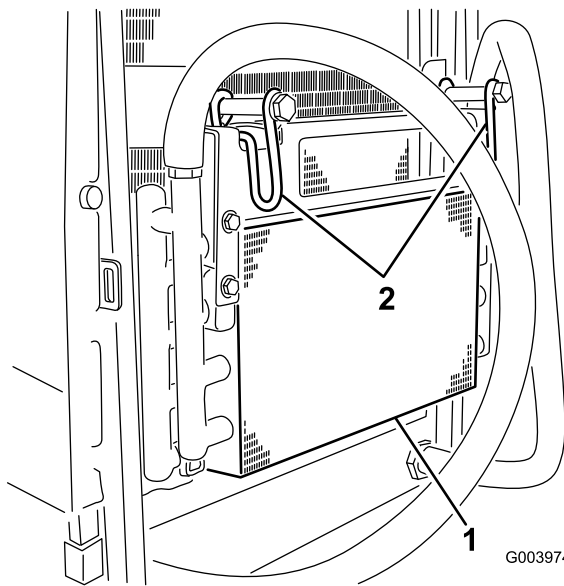

Figura 94
7. Rode os dois trincos do refrigerador de óleo para dentro e incline o refrigerador de óleo (Figura 94).